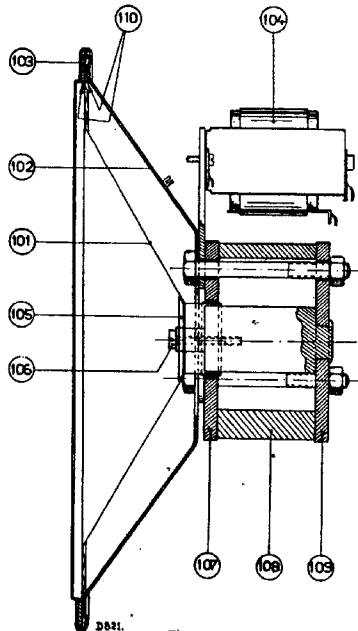

Fig. 1
2. Zorg dat voor- en achterplaat (fig. 1 pos. 107 en pos. 109) in geen geval van de magneet getrokken worden; hierdoor zou deze (evenals bij reparatie op een ijzeren plaat) verzwakken.